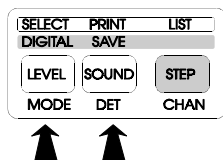

Figura 31.- Selección del modo de impresión.
- 4.- Seleccionar el *modo impresión*. Para ello deben pulsarse conjuntamente las teclas **LEVEL** [7] (SELECT) y **SOUND** [8] (PRINT) tal como se muestra en la figura 31. La fila superior del teclado (SELECT, PRINT y LIST) referencia las operaciones disponibles en este modo de operación.